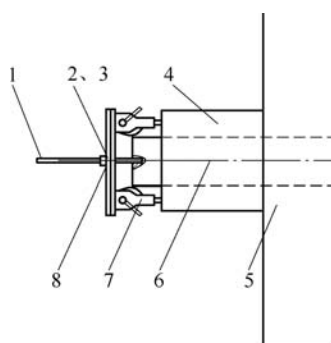

图3 离合器安装示意图
(1) 安装湿式离合器时，将1根丝杠安装在输入轴中心的螺纹孔内。
(2) 将托板加强筋面向离合器外侧，使1根丝杠穿过托板中心透孔，并锁紧螺母。
(3) 将2个液压千斤顶调整到最低处，安放在托板与离合器之间，预压千斤顶到不能脱落为止（见图3）。
(4) 持续同步顶起2个千斤